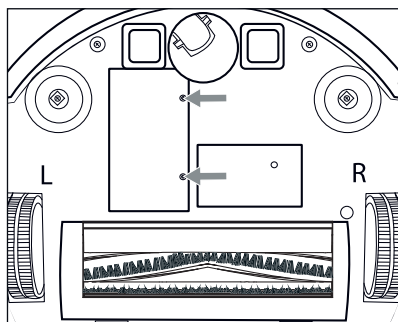

Fig. 16
- 1) Desatornille los dos tornillos de la cubierta del compartimento de la batería **25** (consulte la fig. 16) de la parte inferior del aparato con un destornillador de estrella y retírelos del aparato. Retire la cubierta del compartimento de la batería **25** del aparato.